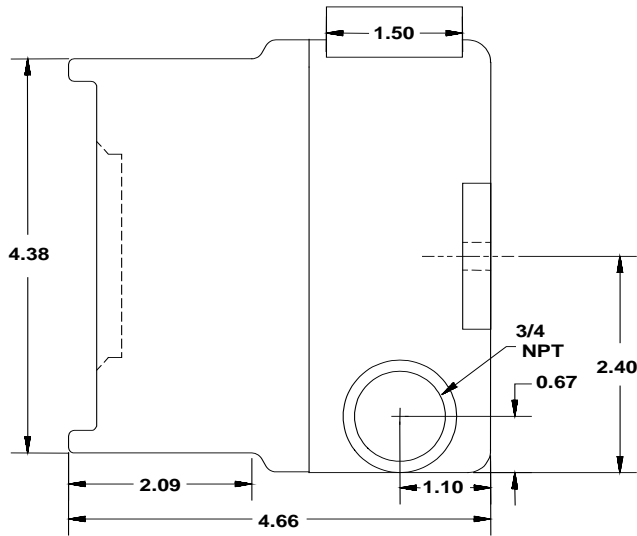

Figura 6: Caja del detector modelo SS4-AS/-AS2 (vista lateral)
- Introduzca los cables en la base de la caja metálica a través de una de las aperturas del conducto. Consulte la figura 6.
- a. Introduzca los cables del relé en la base de la caja del detector a través de una de las aperturas del conducto. Consulte la figura 6.